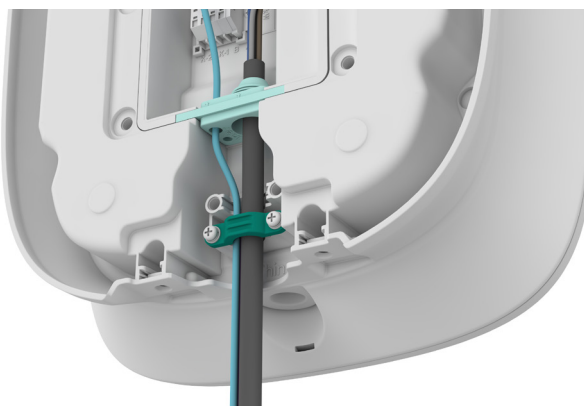

Figura 10 Serracavo in plastica
- 8 Fissa i cavi con il serracavo in plastica, come mostrato nella Figura 10.